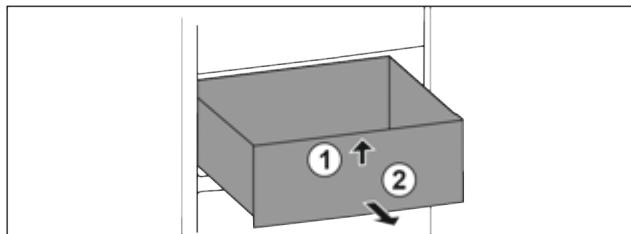

Fig. 64
- Підняти висувний ящик спереду. Fig. 64 (1)
- Вийняти висувний ящик рухом вперед. Fig. 64 (2)